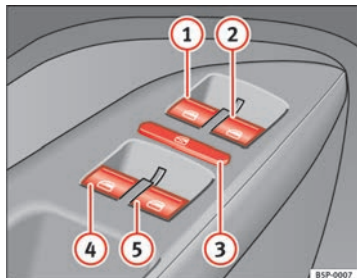

Abb. 68 Ausschnitt aus der Fahrertür: Schalter für die Fenster vorne und hinten
Die Tasten → Seite 109, Abb. 68 ① und ② haben zwei Stufen zum Öffnen und zwei zum Schließen des Fensters. Dadurch ist es einfacher, die Öffnungs- und Schließvorgänge zu kontrollieren.